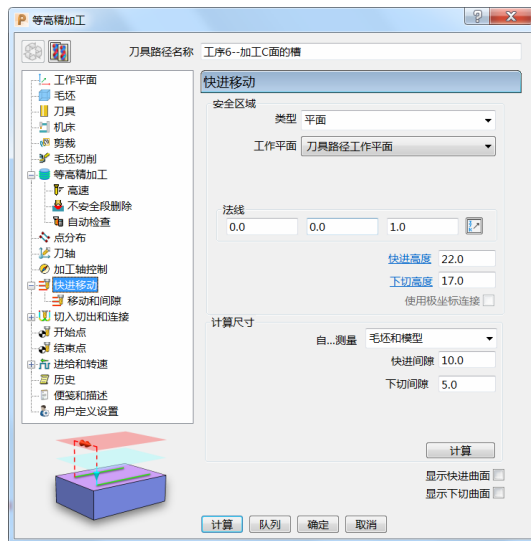

图 5-106
6) 快进移动：安全区域类型选择“平面”，工作平面选择“刀具路径工作平面”，法线设定为 (0.0, 0.0, 1.0)，设定快进间隙“10.0”、下切间隙“5.0”，然后单击“计算”按钮。(图 5-106)